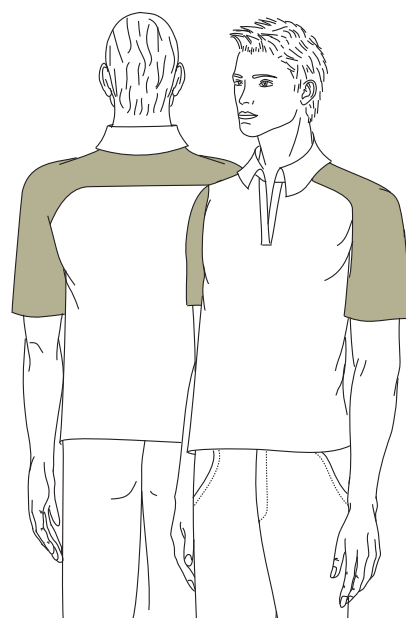

Рис. 1
Расположите спинку и полочку таким образом, чтобы линии плеч лежали друг против друга (см. рис. 1).
① Начертите линию разреза на спинке. Ширина этой части зависит от выбранной модели, стиля одежды (спортивный или городской), используемой ткани, особенностей телосложения и, разумеется, личного вкуса, однако чаще всего составляет примерно 3 см. Отложите эту мерку от верха проймы (см. рис. 1), а затем от этой точки проведите горизонталь до середины спинки.
② Линия разреза на полочке проходит параллельно к линии плеча. В большинстве случаев эта деталь немного шире, чем расположенная по стороне спинки (примерно на 0,5–1 см). Мы использовали мерку, равную 3,5 см.
③ Чтобы упростить сборку, следует сгладить углы в месте пересечения линий проймы и линий разреза. Для этого нарисуйте слегка закругленные линии (обозначены зеленым цветом на рис. 1).